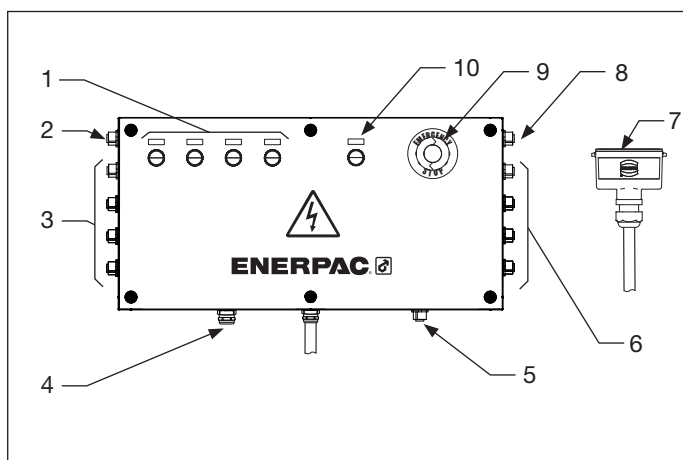

Abbildung 3, Hauptkomponenten SFPKSS8
Abbildung 3 zeigt die Hauptkomponenten des SFPKSS8. Beachten Sie, dass SFPKSS4 ein ähnliches Layout hat, jedoch mit weniger Anschlüssen für die Hubsensoren und Druckwandler (Nummern 3 und 6 in Abbildung 3).
3. Halten Sie die Taste „Set Up Ok“ (Einrichten OK) des SFPKSS4- oder SFPKSS8-Sensoranschlusskastens 5 Sekunden lang gedrückt. Siehe Abbildung 3, Taste Nummer 10. Das Licht beginnt schnell zu blinken, hört dann auf und leuchtet, sobald die IP-Adresse ordnungsgemäß zugewiesen wurde.
Schließen Sie das SFPCOMM-25-Kabel an den Kommunikationsanschluss des SFPKSS4- oder SFPKSS8-Steuerungskastens an. Verwenden Sie die Steckernummer 5 gemäß Abbildung 3.